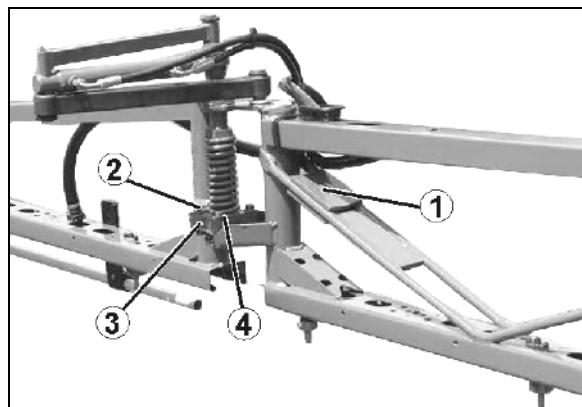

Fig. 170
Se não for o caso, ajustar, na igualização de vibrações **desbloqueada**, a barra de pulverização através contra-pesos (Fig. 170/1). Fixar os contra-pesos respetivamente no braço.
1. Desatarraxar os parafusos (Fig. 170/2) da éclipse de fixação (Fig. 170/3). A ajustagem é efetuada diretamente no gancho plástico (Fig. 170/4) através dos orifício oblongos da éclipse de fixação.
3. Apertar os parafusos (Fig. 170/2).